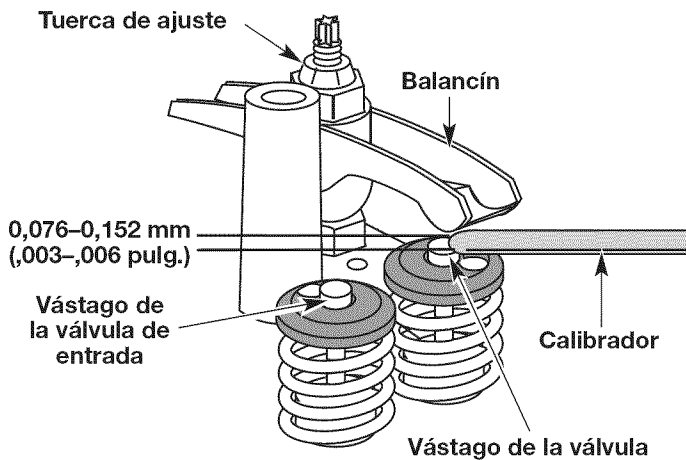

Fig. 27
- Gire la tuerca de ajuste con una llave de 8 mm (5/16 pulgadas) o una guía de tuercas (Fig. 27).